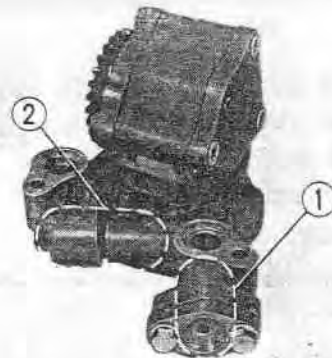

Fig. 3-13 ① Clapet anti-retour
6. Pour démonter le clapet anti-retour, enlever les boulons du couvercle du clapet. Le couvercle, le ressort et le clapet anti-retour peuvent alors être extraits de la pompe à huile (Fig. 3-13).
7. Pour démonter le clapet de surpression, dévisser le bouchon du ressort du clapet de surpression, ce ressort ainsi que le clapet de surpression peuvent alors être déposés. (Fig. 3-13)